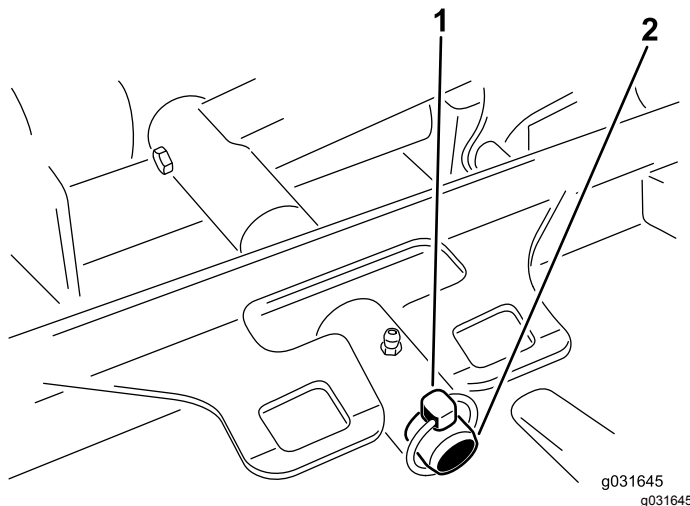

Figura 63
3. Retire el pasador de seguridad o la tuerca de retención que sujeta el bastidor de tiro de la unidad de corte a la barra de giro del brazo de elevación (Figura 63).
3. Coloque el bastidor de tiro de la unidad de corte sobre la barra de giro del brazo de elevación y fíjelo con el pasador de seguridad o la tuerca de retención (Figura 63).